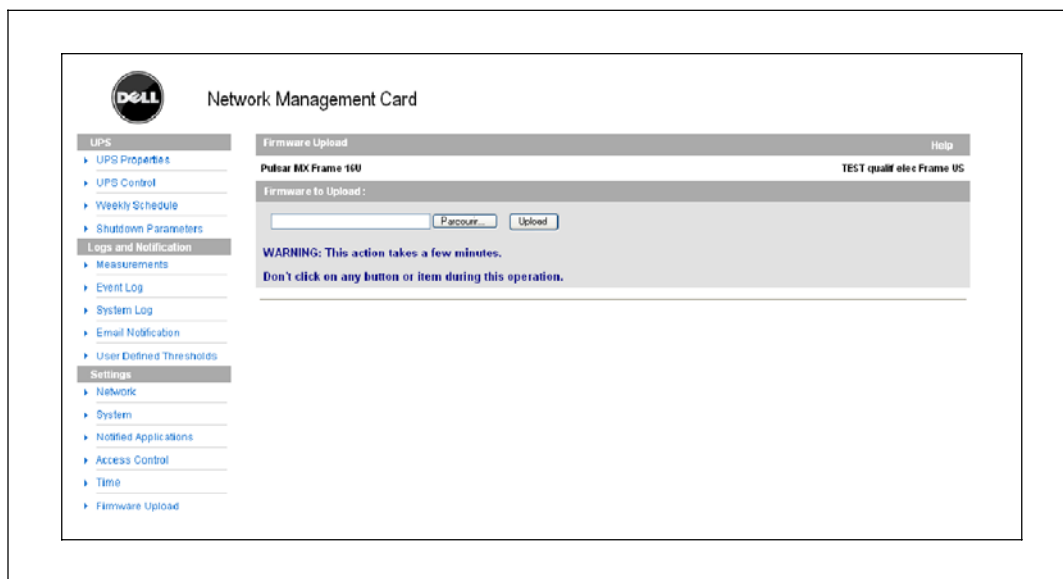

图 46. 固件上载页面
- 2 在菜单栏中单击 固件上载（Firmware Upload）以打开固件上载页面（请参阅图 46）。